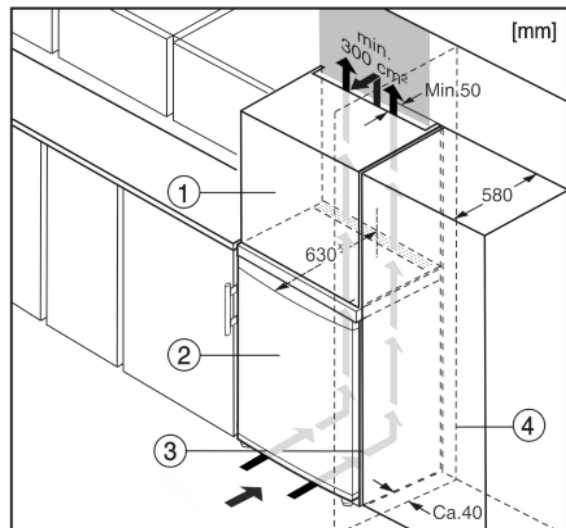

Fig. 10
- (1) Élément haut*
- (2) Appareil*
- (3) Placard de cuisine*
- (4) Mur*
L'appareil peut être réagencé avec des buffets de cuisine. Pour adapter l'appareil Fig. 10 (2) à la hauteur du coin cuisine, une rehausse Fig. 10 (1) peut être posée sur l'appareil.
Lors de la transformation avec des placards de cuisine (profondeur max. 580 mm), l'appareil peut être placé directement à côté du placard de cuisine Fig. 10 (3). L'appareil dépasse latéralement de 34 mm * et de 50 mm * au centre de l'appareil par rapport à la face avant du placard de cuisine.*
Si l'appareil est installé avec les charnières à côté d'un mur *Fig. 10 (4)*, la distance entre l'appareil et le mur doit être de 40 mm min. Ceci correspond à la saillie de la poignée lorsque la porte est ouverte.*